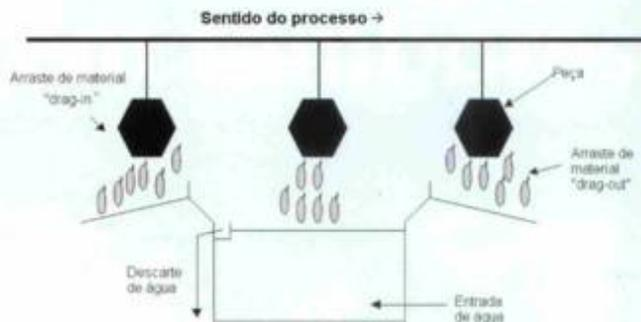

Figura 1 - Estágio de enxágüe e suas variáveis.
explanado no item 3.4. Estas variáveis são ilustradas na Figura 1.